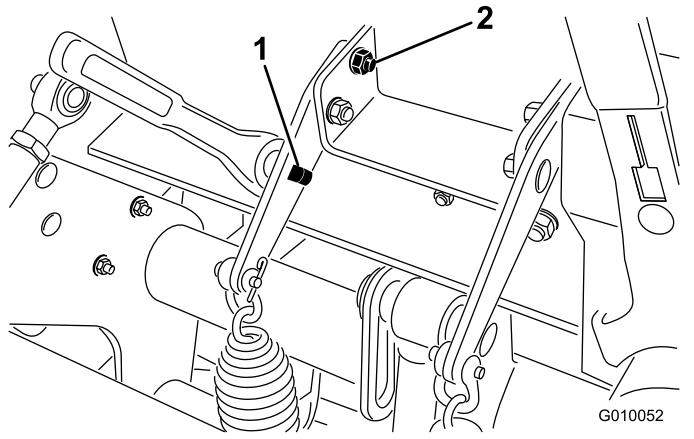

Bild 28
3. Setzen Sie einen $\frac{1}{2}$ "-Schlüssel oder ein Brecheisen in das rechteckige Loch in der Federplatte ein (Bild 28).